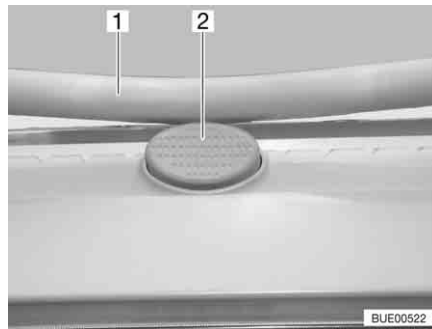

Bild 17 Sicherungsknopf an der Kipp-Dachhaube
- Den Sicherungsknopf (Bild 17,2) drücken und den Bügel (Bild 17,1) mit beiden Händen nach unten ziehen.
- Den Bügel mit beiden Händen nach oben drücken, bis der Bügel oberhalb des Sicherungsknopfes (Bild 17,2) liegt.